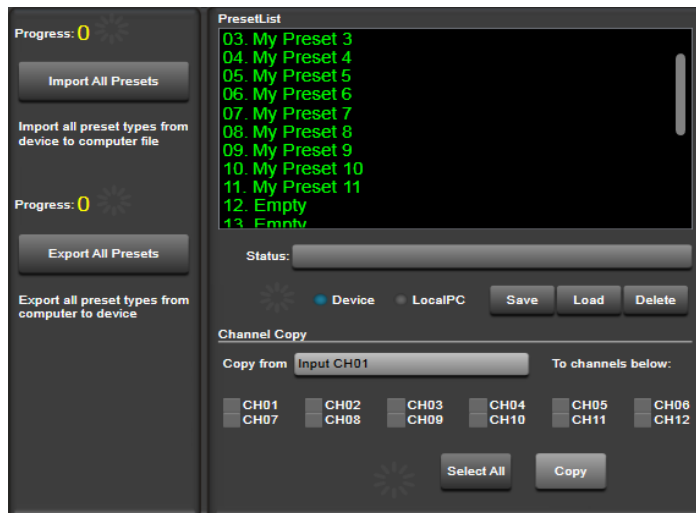

Abb. 27 Ansicht „Save/Load/Copy“
## 7.12 Ansicht „Save/Load/Copy“ (Abb. 27)
- Der Name des gewählten Ein- oder Ausgangs steht im Feld „Copy from“  Abb. 27).
- 3) Unter „To channels below:“ ( Abb. 27) alle Kanäle auswählen, die diese Einstellungen übernehmen sollen.